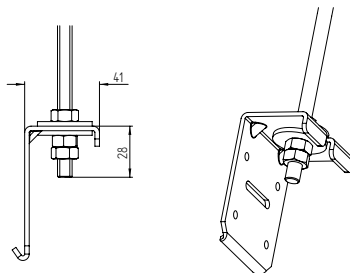

Fig.7
6. Kontrollér, at enheden er korrekt placeret vandret, og drej reguleringsmøtrikkerne efter behov (Fig.7), og se efter, at opsætningen er stabil.